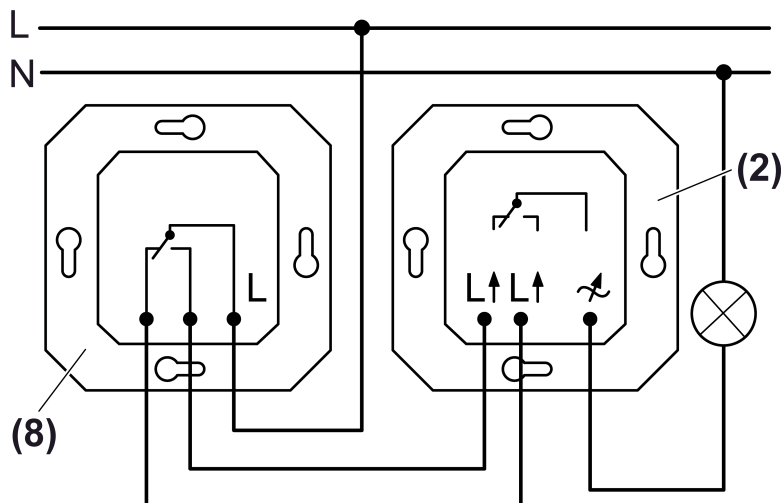

Bild 3: Wechselschaltung
- Dimmer (2) und Wechselschalter (8) gemäß Anschlussplan anschließen (Bild 3).